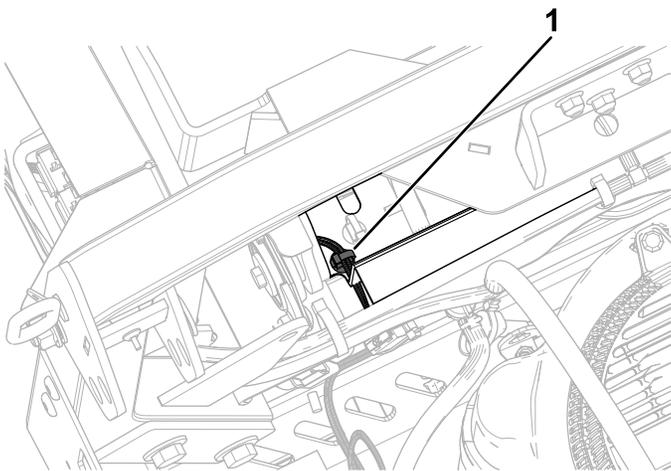

Figura 15
3. Instale la segunda grapa en el soporte trasero del depósito de combustible (Figura 15).